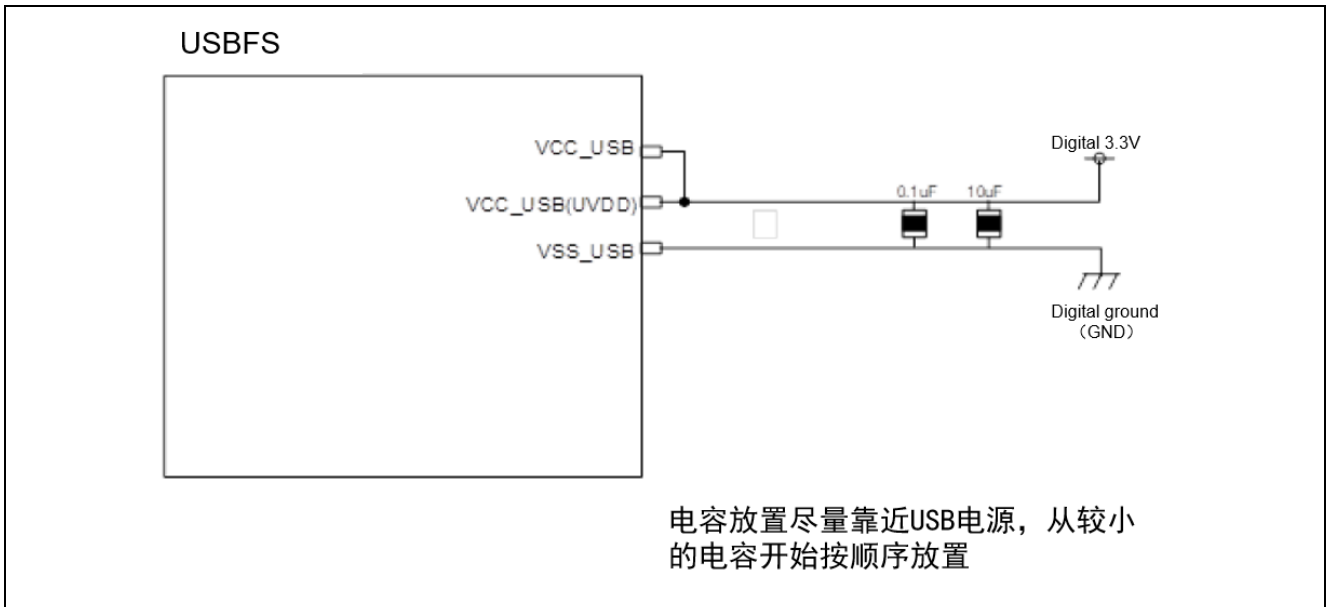

图 4 USBFS 电源/GND 连接
- 对于去耦电容器的电容, 建议将 $0.1\mu\text{F}$ 和 $10\mu\text{F}$ 的电容分配到最接近 USB 电源引脚的位置。图 4 显示了去耦电容分配的示例。